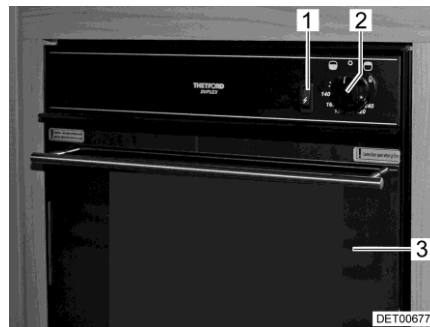
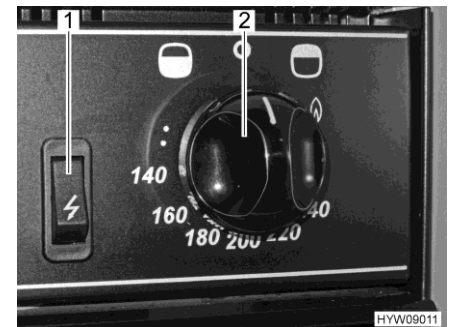

Fig. 144 Horno de gas con grill
Fig. 145 Elementos de mando (horno de gas con grill)
- Abrir la puerta del horno (Fig. 144,3) completamente.
- Pulsar y girar el regulador giratorio (Fig. 144,2 y Fig. 145,2) en sentido contrario a las agujas del reloj (en dirección del símbolo de horno "🔥"), al ajuste máximo.
- Presionar el regulador giratorio (Fig. 144,2 y Fig. 145,2) y mantenerlo presionado por 5 a 10 segundos. El gas circula hacia el quemador.
- Presionar el interruptor de encendido (Fig. 144,1 y Fig. 145,1) tanto tiempo como sea necesario para que arda la llama.
- Pulsar y girar el regulador giratorio (Fig. 144,2 y Fig. 145,2) en sentido de las agujas del reloj (en dirección del símbolo de grill "☼"), al símbolo de llama.
- Girar el regulador giratorio (Fig. 144,2 y Fig. 145,2) a "O". La llama se apaga.